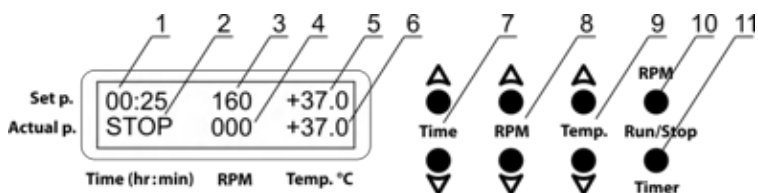

Рисунок 1. Панель управления
- 5.2. Включается дисплей прибора. В верхнем ряду отображается ранее установленное время в часах и минутах (рис. 1/1), скорость в оборотах в минуту (рис. 1/3) и температура в °C (рис. 1/5), в нижнем ряду показываются текущие значения соответствующих параметров: таймер (индикация STOP, рис. 1/2), скорость (рис. 1/4) и температура камеры (рис. 1/6), которая автоматически начинает подниматься согласно выставленной.
- 5.3.1. **Установка времени (Time).** Используя кнопки ▲ и ▼ **Time** (рис. 1/7), установите необходимый интервал работы в часах и минутах (шаг 1 мин.).
- 5.3.2. **Установка скорости (RPM/Shaker).** Используя кнопки ▲ и ▼ **RPM** (рис. 1/8), установите необходимую скорость перемешивания в оборотах в минуту (шаг 10 об/мин).
- 5.3.3. **Установка температуры (Temp.°C).** Используя кнопки ▲ и ▼ **Temp.** (рис. 1/9), установите необходимую температуру в градусах Цельсия (шаг 0,1 °C). Термостатирование камеры начинается автоматически.
Внимание! Термостатирование камеры может быть отключено только выставив температуру ниже 25 °C, вручную понизив её кнопкой ▼ **Temp.** (рис. 1/9) пока на дисплее в сегменте **Temp.°C** в верхнем ряду не появится индикация OFF.
- 5.4.2. Нажмите кнопку **RPM Run/Stop** (рис. 1/10, на модели **ES-20/60** кнопка подписана как **Shaker Run/Stop**). Платформа начинает движение, таймер запускает отсчёт времени, с точностью в 1 минуту.
- 5.5. **Завершение программы.** По истечению установленного времени, движение платформы прекращается и дисплей отображает мигающую индикацию STOP (рис. 1/2), сопровождая повторяющимся звуковым сигналом, пока не будет нажата кнопка **RPM** или **Shaker Run/Stop**.
- 5.6. Если продолжительность работы не установлена и таймер в верхнем ряду дисплея (рис. 1/1) показывает 00:00, при нажатии кнопки **RPM** или **Shaker Run/Stop** прибор начинает непрерывное движение. На дисплее, сегмент **Time** показывает индикацию OFF в верхнем ряду (рис. 1/1) и таймер отсчёта в нижнем ряду (рис. 1/2). Для остановки платформы, нажмите кнопку **RPM** или **Shaker Run/Stop**.
Внимание! По истечению установленного времени движение платформы прекращается автоматически, но термостатирование может быть отключено только выставив температуру ниже 25 °C, вручную понизив её кнопкой ▼ **Temp.** (рис. 1/9) пока на дисплее в сегменте **Temp.°C** в верхнем ряду не появится индикация OFF.
- 5.7. Таймер можно перезапустить во время работы прибора, при необходимости. Дважды нажмите кнопку **Timer Run/Stop** (рис. 1/11), первый раз для остановки, второй для перезапуска.